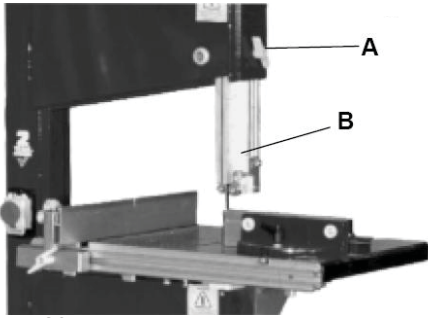

Рис. 23
- Послабте крильчасту гайку (A) (Рис. 23) та встановіть верхній кожух полотна, кожух в зборі (B) (Рис. 23) на відстані 2-3 мм над заготовкою.
- Після встановлення затягніть крильчасту гайку (A).